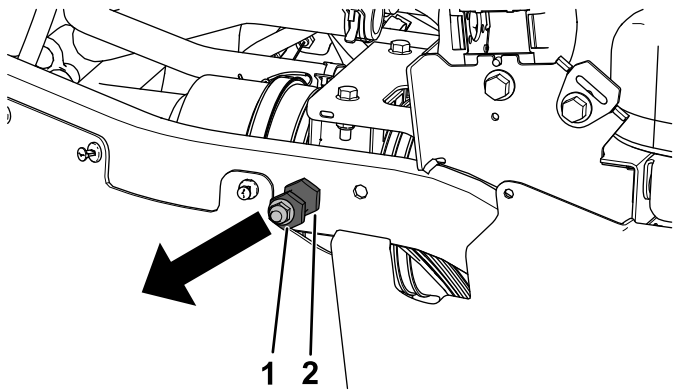

Bild 35
5. Entfernen Sie die Sicherungsmutter (3/8") und den Arretierbolzen aus dem rechten und linken hinteren Rahmenrohr (Bild 35).